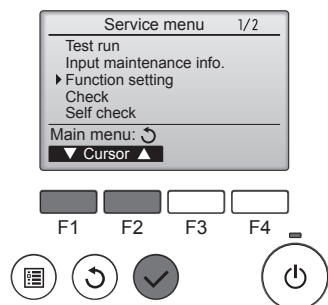

Fig. 6-2
6.2. Пульт дистанционного управления (Fig. 6-2)
- (Fig. 6-2)